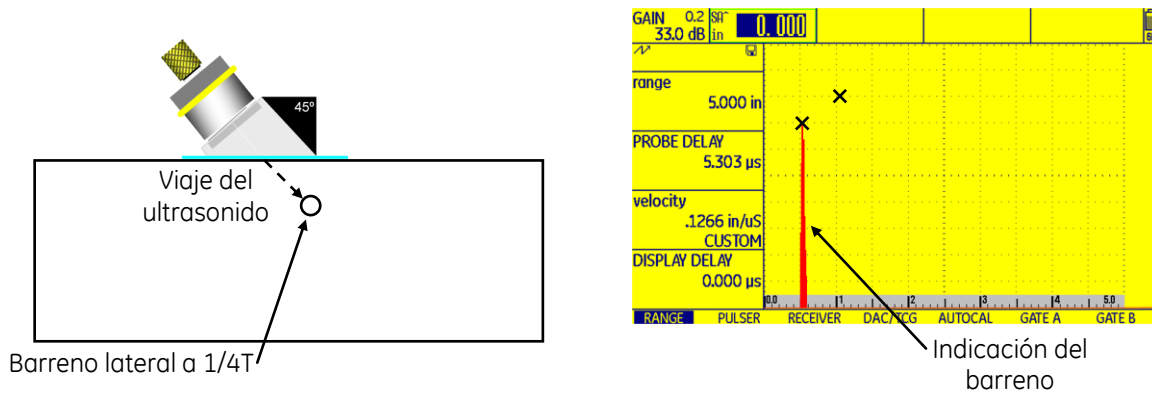

Figura No. 112: Maximizar la segunda indicación de referencia (del barreno ubicado a 1/4T) y marcar sobre la pantalla la posición del pico de la indicación
3. Colocar el transductor dirigido hacia el barreno lateral localizado a un cuarto del espesor del bloque (1/4T), detectado con la primera pierna, y marcar sobre la pantalla la posición del pico de la indicación, figura No. 112. Para este ejemplo la indicación alcanza una amplitud máxima de aproximadamente el 70% de la escala vertical, esto se debe a que el barreno se encuentra ubicado dentro del campo cercano.